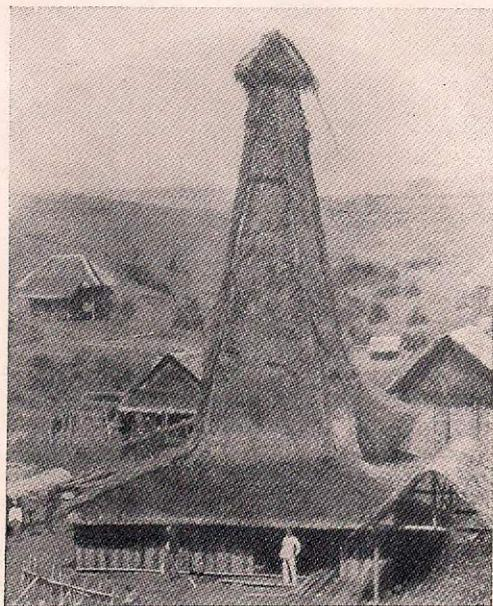
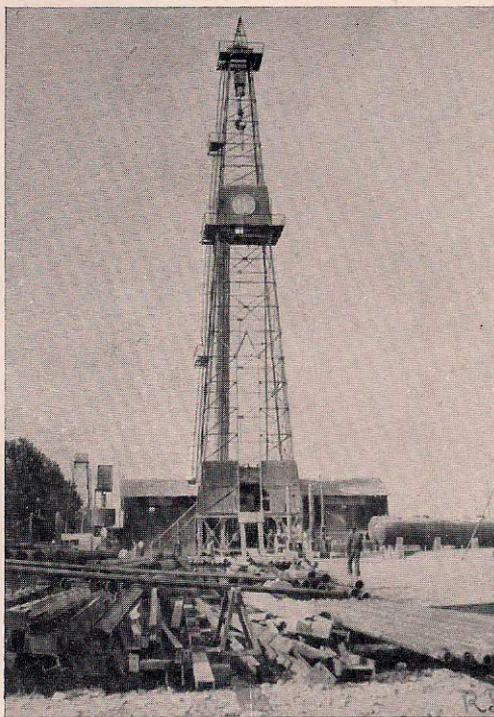

Fig. 5. – Tipo primitivo di derrick nell'isola di Giava.
Fig. 6. - Sonda « Wirth » da 3500 m., che a Cortemaggiore 1 ha trovato il petrolio. Ultimato il pozzo, è stata trasportata in altro punto della struttura.
(1) I sistemi di sondaggio sono due: uno a *percussione*, l'altro a *rotazione*. Vi sono apparecchi che possono lavorare tanto col primo che col secondo (misti). Quello a rotazione (*rotary*) è tuttavia il più usato per rapidità e possibilità di giungere a grandi profondità. Si impiegano ora anche apparecchi giganti con torri alte oltre m. 60 (quale contrasto fra una torre primitiva, fig. 5, e quella di una poderosa *rotary*, fig. 6!).